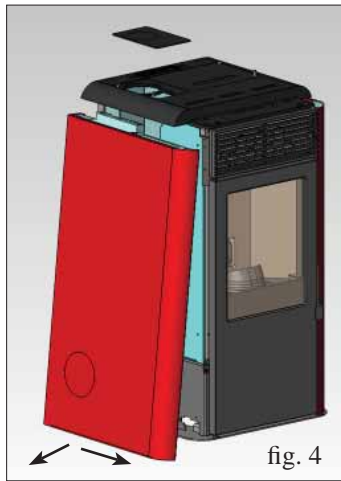

fig. 4
- Desmontar el costado metálico, desplazándolo unos 2 cm hacia el frente de la estufa, extrayéndolo primero desde abajo y luego por debajo de la tapa superior (fig. 4).